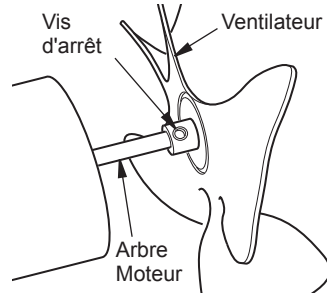

Figure 6 - Emplacement du ventilateur, de l'arbre moteur et des vis d'arrêt
IMPORTANT : Retirez le ventilateur de l'arbre moteur du moteur avant de retirer l'appareil de chauffage. Le poids du moteur repose sur le ventilateur pourrait endommager le terrain du ventilateur (voir figure 6).
3. Utilisez 1/8" clé Allen pour desserrer vis de fixation qui retient le ventilateur à l'arbre du moteur (voir figure 6).